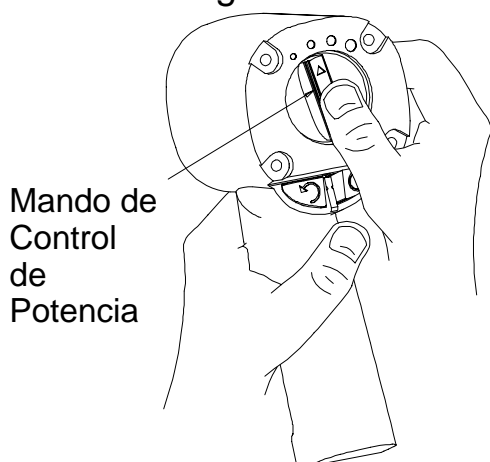

Figura 3
**NOTA:** Cuando se tire del motor o se desarme y vuelva a armar, recomendamos sustituir la junta del motor (8).
1. Saque el motor de la carcasa (20) presionando sobre el mando de control de potencia (41) desde la parte posterior de la carcasa. Véase la figura 3.